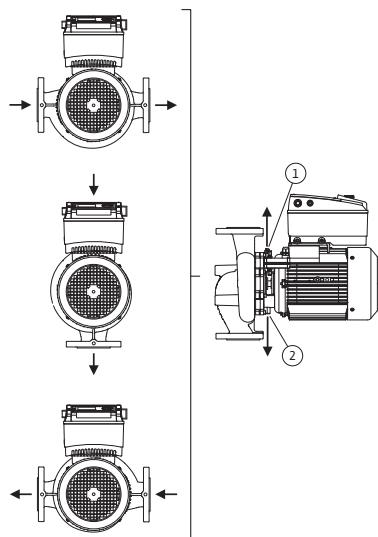

Fig. 18: posiciones de montaje admisibles con el eje del motor horizontal
Las posiciones de montaje admisibles con el eje del motor horizontal y el módulo electrónico hacia arriba (0°) se representan en la fig. 18. No están representadas las posiciones de montaje admisibles con el módulo electrónico montado lateralmente ($+/- 90^\circ$). Es admisible cualquier posición de montaje, excepto “módulo electrónico hacia abajo (-180°). La purga de la bomba solo se garantiza si la válvula de ventilación se orienta hacia arriba (fig. 18, pos. 1). Solo en esta posición (0°), el condensado de la interna y el motor (fig. 18, pos. 2) puede evadirse directamente a través del orificio existente.
- Con el eje del motor en horizontal, el orificio de condensación debe estar hacia abajo (fig. 18, pos. 2). Si no es así, gire el motor convenientemente.